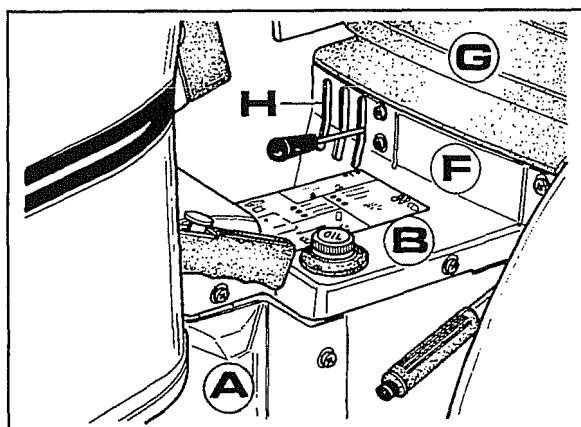

Fig. 9
- 1 Togliere il sedile **G**, la protezione centrale **B** e i fianchetti **A-H** come mostra la fig.9.